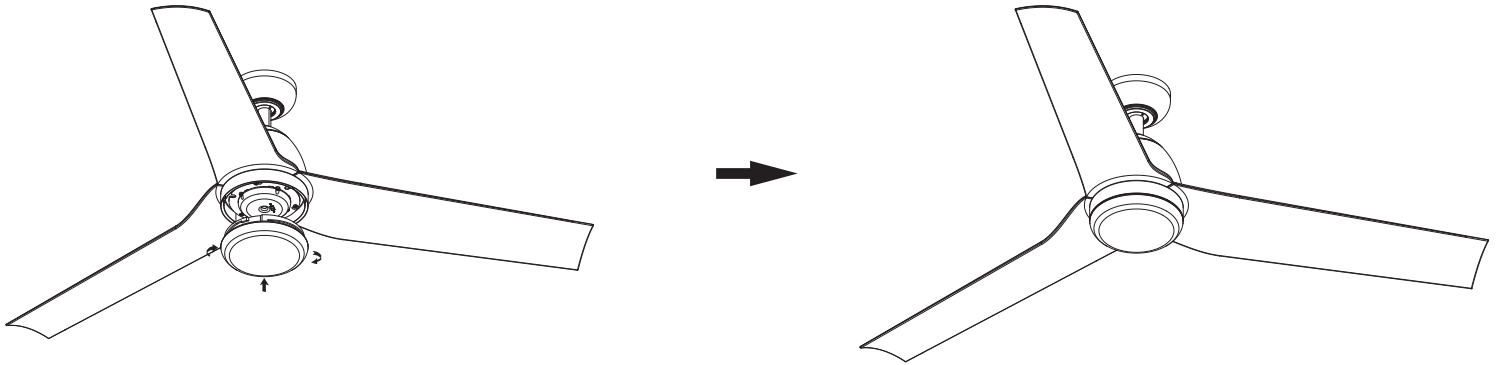

Fig. 26
**DO NOT OVER-TIGHTEN. (Fig. 26)**